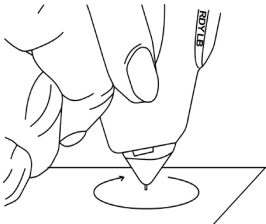

图 2.3
- 拿住探针笔，使笔尖与任何纸张或宝石托（检测仪附带）成直角（90 度）。慢慢做圆周运动，但不使针头缩进（图 2.3）。